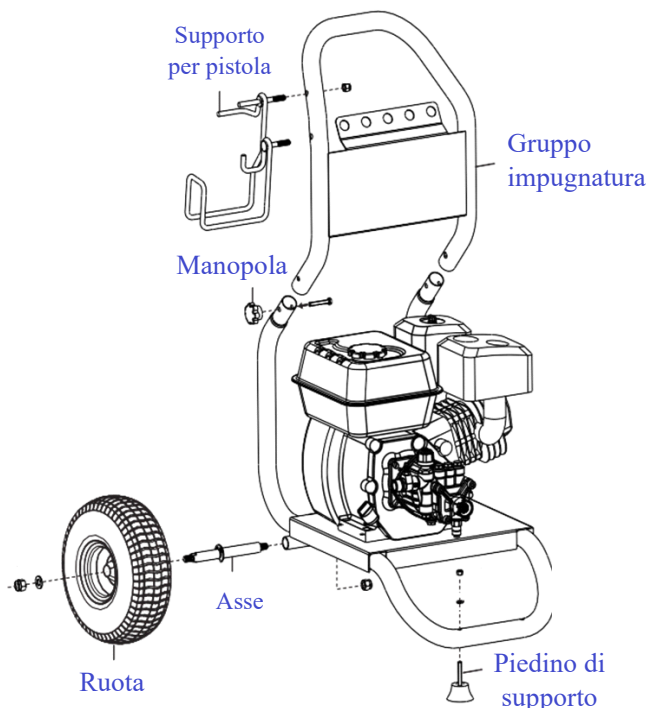

Fig. 2
4.2- Montaggio - PRNHP21T (come illustrato nella Fig. 2)